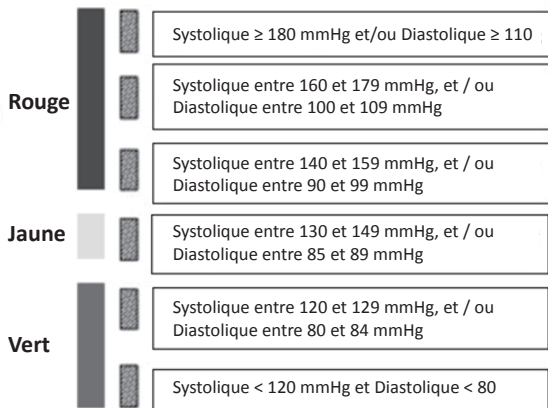

Fig14
- 5) À la fin du test, le brassard dégonfle et le résultat du test apparait à l'écran comme montré sur la Fig 13. Le bâton sur la droite de l'écran indique le niveau de pression artérielle. Ce niveau est classé et défini dans la Fig 14.
Se référer à la figure 14 pour les niveaux de classification